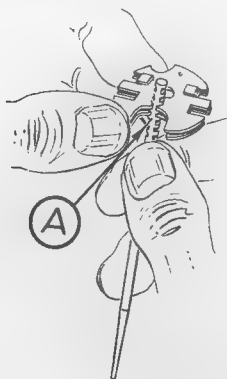

Bild 122. Teillastnadel mit Nadelhalter
Für die Einstellung der Nadel ist die untere Platte (A) des Nadelhalters maßgebend (Bild 122).